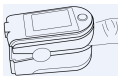

Figura 5 Posizionare il dito
-  Il dito deve essere posizionato correttamente (vedere figura 5 allegata), poiché un posizionamento errato o una posizione di contatto impropria con il sensore influenzeranno la misurazione.
- b) Aprire il sensore come mostrato in figura 5.
- B. Il dito deve essere posizionato correttamente (vedere Figura 5), altrimenti le misurazioni potrebbero essere inaccurate.